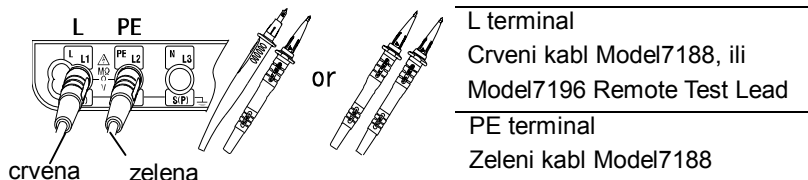

Fig.12
- 2 Umetnuti test pipalice u L i PE terminal na KEW6016 respektivno kao što je prikazano na slici Fig.12.